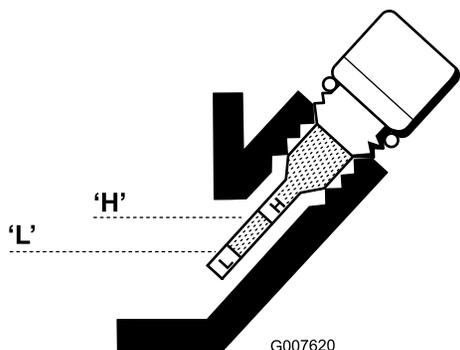

図 35
6. 不足であれば、ゲージの H と L の中間位置になるまで補給する 図 35。油量を確認する。